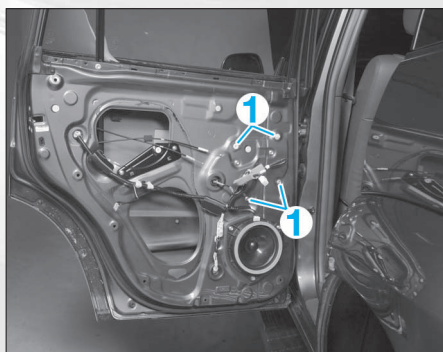

FIG. 55
- Déposer les vis de fixation (1) (Fig.55).